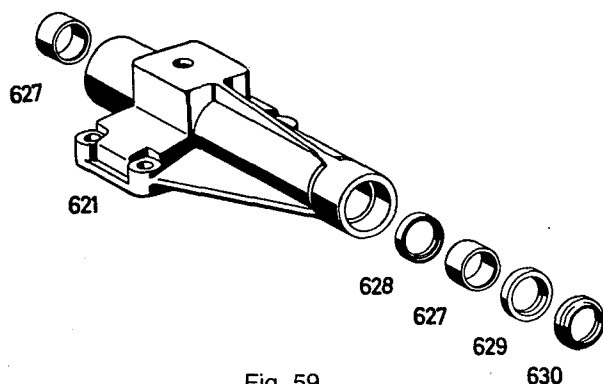

Fig. 59
Emmancher de l'intérieur un coussinet de palier (627) dans le fourreau long du boîtier de commande et enfoncer de l'extérieur la bague d'étanchéité (628), la lèvre d'étanchéité étant orientée vers l'extérieur, jusqu'à butée. Emmancher le deuxième coussinet de palier (627), plus profondément de 4 à 5 mm que l'épaule d'appui pour la plus grande bague d'étanchéité (629). Placer la bague d'étanchéité (629), la lèvre d'étanchéité étant orientée vers l'intérieur et le joint racleur (630), la lèvre d'étanchéité étant orientée vers l'extérieur (fig. 59). Les espaces libres entre le coussinet (627) et les deux bagues d'étanchéité (628 et 629) doivent être remplis avec de la graisse spéciale pour roulements. Introduire l'arbre de sélection (631) et, en même temps, faire glisser l'étrier de verrouillage (622) et le doigt de passage des vitesses (623). Introduire les goupilles élastiques (620 et 619) dans les alésages du doigt et de l'arbre.